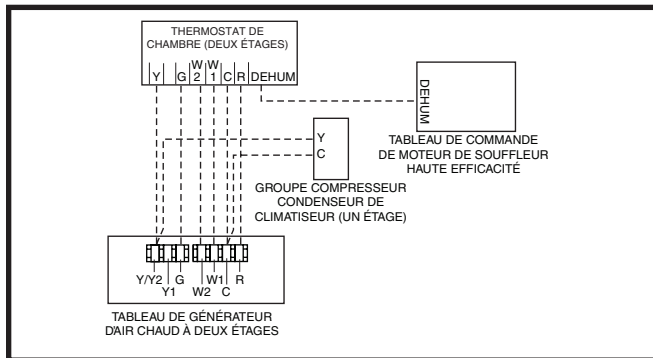
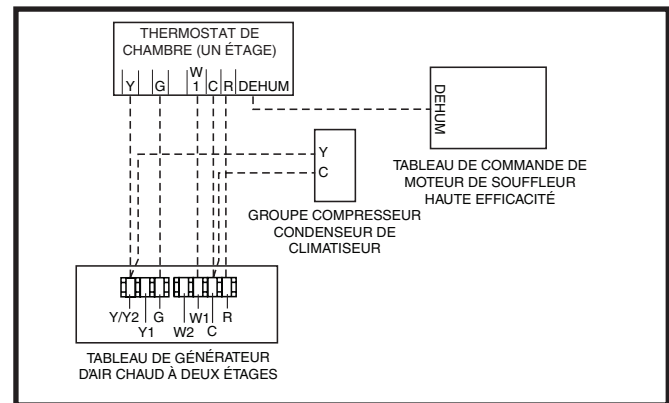
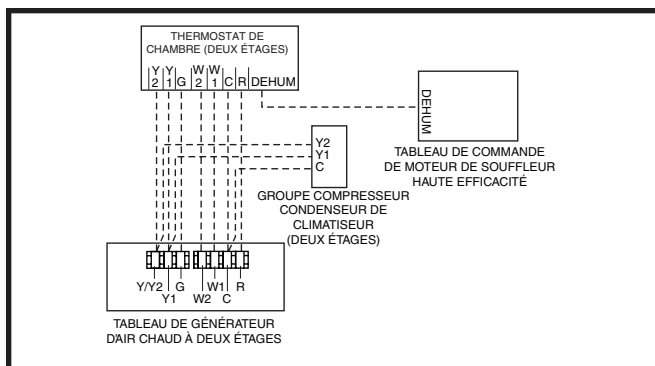

Figure 22. Configuration de câblage 1
Figure 23. Configuration de câblage 2
Figure 24. Configuration de câblage 3
- Brancher la sortie **W** du thermostat à la borne **W1** des tableaux de commande du générateur d'air chaud. Ceci permet au générateur d'air chaud de toujours fonctionner en mode faible puissance. Consulter la Figure 22.
Cette option utilise l'ensemble des capacités de chauffage à deux étages du générateur d'air chaud avec un conditionneur extérieur à un étage. Consulter la Figure 23.
Cette option utilise l'ensemble des capacités de chauffage à deux étages du générateur d'air chaud avec un conditionneur extérieur à deux étages. Consulter la Figure 24 (page 25).
La fonction d'autorégulation permet l'utilisation d'un thermostat à un étage tout en profitant de certains des avantages du fonctionnement d'un générateur d'air chaud à deux étages. Si l'autorégulation est activée, le générateur d'air chaud passe au feu **DOUX** après avoir initialement démarré au feu **ÉLEVÉ**. Après une période de 10 minutes, le générateur d'air chaud passe au feu **ÉLEVÉ**, jusqu'à ce que la charge calorifique soit atteinte. Consulter la Figure 22 \(page 24\) et la section Branchement basse tension à la page 23.
- ✓ Vérifier que tous les fils de thermostat nécessaires sont bien branchés aux fils appropriés de la plaque à bornes de la carte à circuits imprimés. Consulter les Figure 22 (page 24), Figure 23 (page 24) et Figure 24 (page 25).
Les ordres de fonctionnement des modes de chauffage, de refroidissement et de ventilation sont décrits ci-dessous. Vérifier les schémas de câblage d'excitation et de câblage du générateur d'air chaud : Figure 21 \(page 24\), Figure 22 \(page 24\), Figure 23 \(page 24\), Figure 24 \(page 25\) et Figure 32 \(page 35\), Figure 33 \(page 36\), Figure 35 \(page 38\) et Figure 36 \(page 39\).